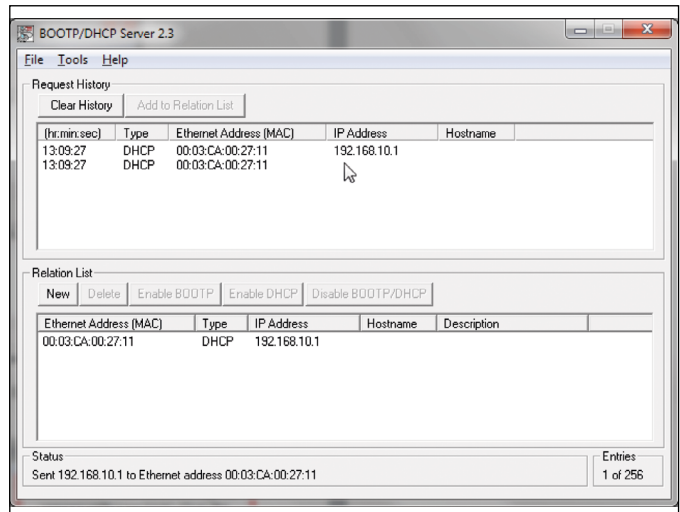

Abb. 106: Anzeige der MAC-Adresse und IP-Adresse in der „Request History“
7. Die vorgegebene IP-Adresse wird dem Sensor zugewiesen, so dass im Feld „Request History“ die MAC-Adresse des Sensors sowie die zugewiesene IP-Adresse angezeigt werden (Abb. 106).